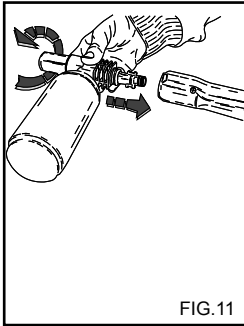

FIG.11
- 2) Retirer la rallonge de la poignée et monter le kit vaporisateur de détergent (fig.11) actionner le nettoyeur haute pression et vaporiser sur la surface à laver, de bas en haut.